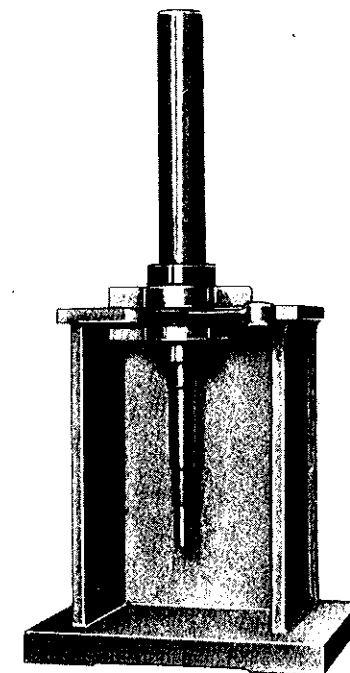

Bild 22. Ringrillennager erhitzen und auf Kurbelwelle aufziehen
1. Beide Ringrillennager im Ölbad erhitzen und auf Kurbelwelle aufziehen (Bild 22).